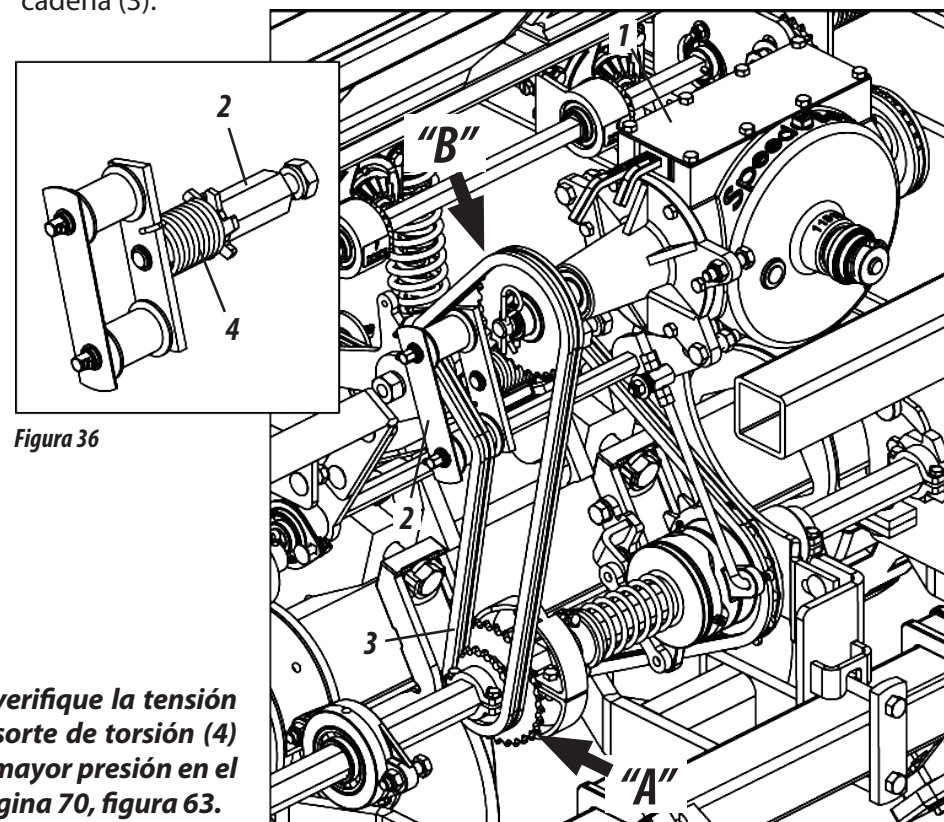

Figura 36
## REGULADO PARA DISTRIBUCIÓN DE ABONO (FIGURA 36)
El regulado de la semilla es hecho a través de la *Speed Box* (1). Para obtener más regulados efectúe la inversión de la cadena en el engranaje motor "**A**" y movido "**B**", conforme muestra la figura 36. Para hacer la inversión de la cadena en los engranajes, proceda de la siguiente forma:
- 1- Primero, gire el estirador (2), retirando la tensión de la cadena (3).
- 2- Después haga la inversión de la cadena (3) conforme la necesidad de trabajo.
- 3- Luego, suelte el estirador (2) liberando el mismo, retornando la tensión a la cadena (3).